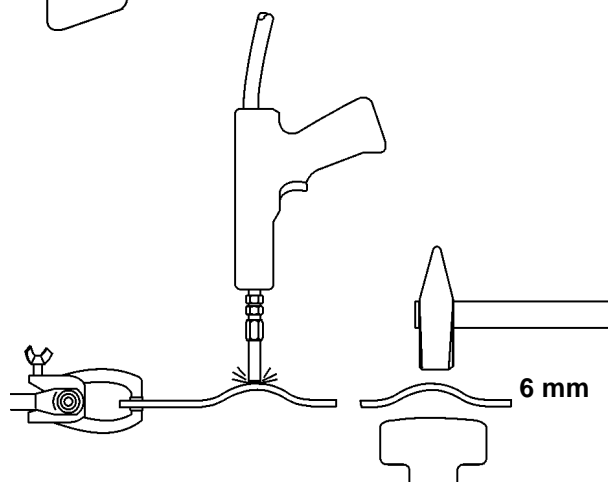

Fig. 5C
• RISCALDAMENTO LOCALIZZATO CON ELETTRODO DI CARBONE (fig. 5C)
• PANEL LOCALISED HEATING WITH CARBON ELECTRODE (FIG. 5C).
- **CHAUFFAGES LOCALISÉS AVEC L'ÉLECTRODE EN CARBONE (FIG. 5C).**
- **CALENTAMIENTOS LOCALIZADOS CON EL ELECTRODO DE CARBÓN (FIG. 5C)**
- **LOKALES ERHITZEN MIT KOHLELEKTRODE (Abb. 5C)**